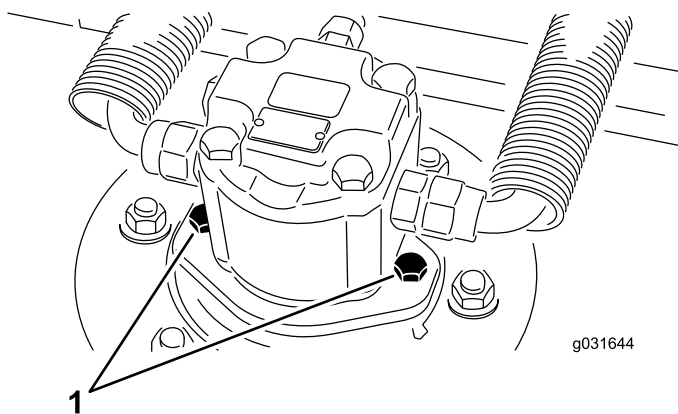

Figure 66
2. Retirez les vis du moteur hydraulique, puis débranchez et déposez le moteur hydraulique du plateau de coupe (Figure 66).
4. À l'aide des vis de fixation du moteur hydraulique, reposez le moteur hydraulique sur le plateau de coupe (Figure 66).